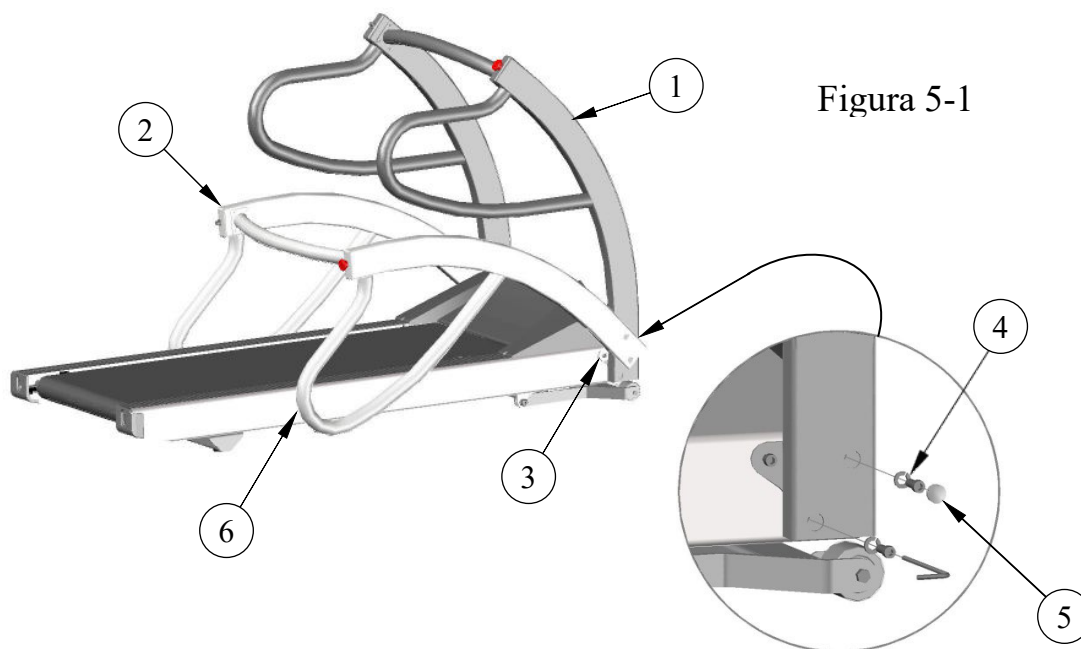

Figura 5-1
1. Far oscillare il gruppo corrimano in posizione di esercizio e inserire (2) bulloni 3/8-16 e la rondella di sicurezza 3/8 su ciascun lato e stringere completamente.
2. Installare (2) tappi in plastica su ciascun lato per un aspetto finito. Figura 5-1